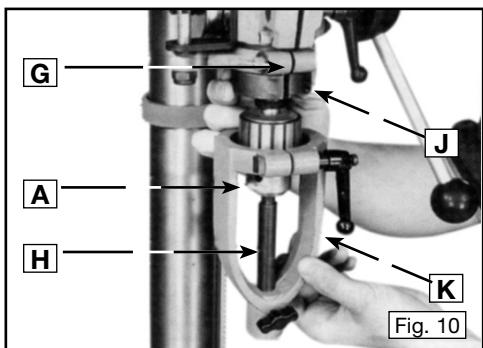
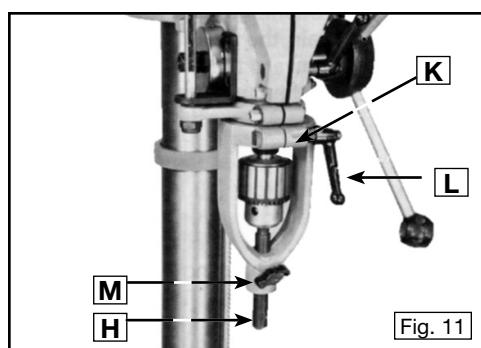

Fig. 10
Fig. 11
1. Installer et verrouiller l'extrémité de plus petit diamètre de la goupille d'alignement (H) dans la broche (A, fig. 10).
2. Insérer les douilles annulaires fendues de plus grand diamètre interne (J, fig. 10) autour du fourreau et sous le collet d'arrêt (G).
3. Tout en maintenant les douilles annulaires fendues (J, fig. 10) en position sur le fourreau, glisser le porte-bédane (K) au-dessus de la goupille d'alignement (H) et des douilles annulaires fendues (J).
IMPORTANT : Avant de resserrer le levier de blocage (L, fig. 11), aligner la fente des douilles annulaires fendues (J, fig. 10) avec la fente du porte-bédane (K, fig. 11). Serrer la vis de serrage (M) sur la goupille d'alignement (H). Serrer le levier de blocage (L) autour des douilles annulaires fendues.
4. Une fois le porte-bédane (K, fig. 11) installé sur la machine, desserrer la vis de serrage (M) et retirer la goupille d'alignement (H) de la broche.